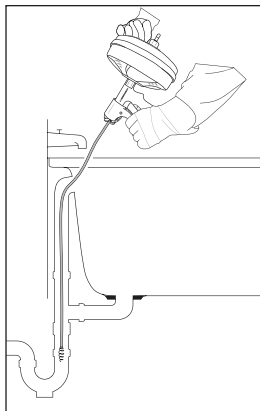

Fig. 2
- Quando si tratta di vasche da bagno, non introdurre mai la spirale **8** nello scarico, poiché in questo modo la spirale **8** subisce danni. Va invece usato sempre il troppopieno (vedere fig. 2).